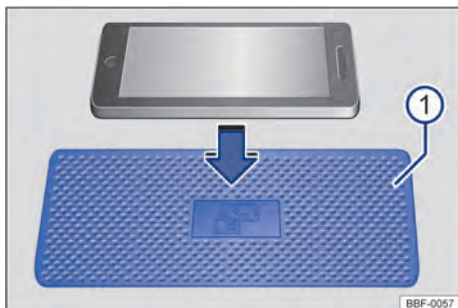

Fig. 119 Porta-objetos com esteira para a função de carga sem fio. O símbolo no tapete de revestimento pode ter uma aparência diferente em alguns veículos.
Dependendo da versão do veículo, a área de carregamento → **Fig. 119** **①** para a função de carregamento sem fio está localizada no centro do console central ou no compartimento de armazenamento na área entre os bancos da frente.